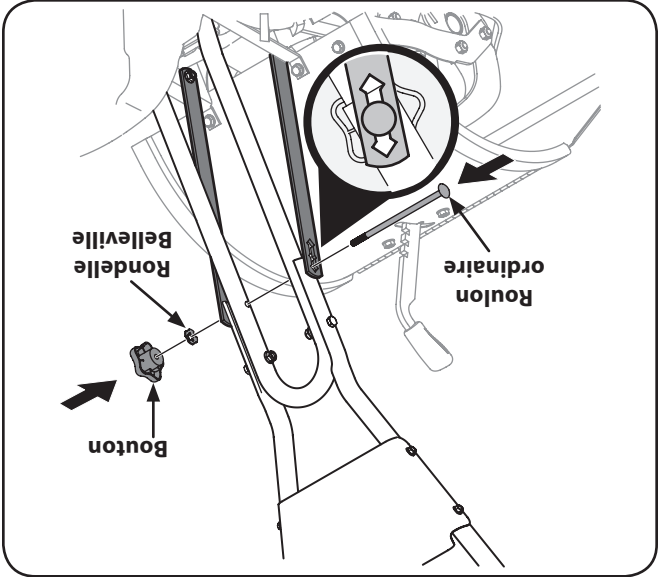

Figure 3-3
3. Attachez les supports, sans les serrer, sur l'extérieur du guidon avec le boulon ordinaire, la rondelle Belleville et le bouton. Voir la Figure 3-3.